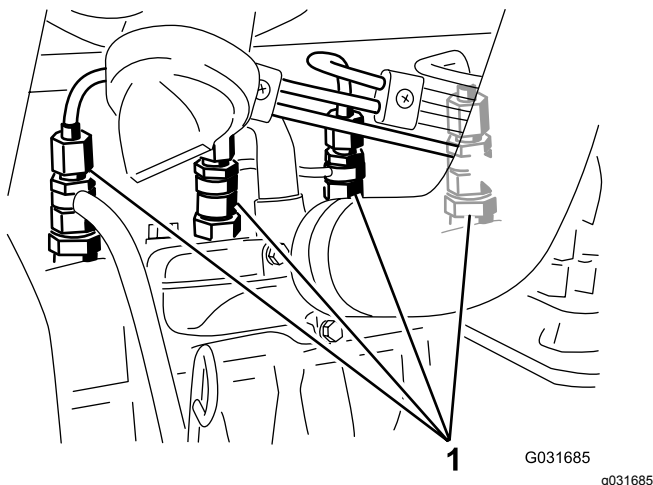

Figura 43
1. Allentate il raccordo dell'ugello n. 1 ed il gruppo portaugelli (Figura 43).